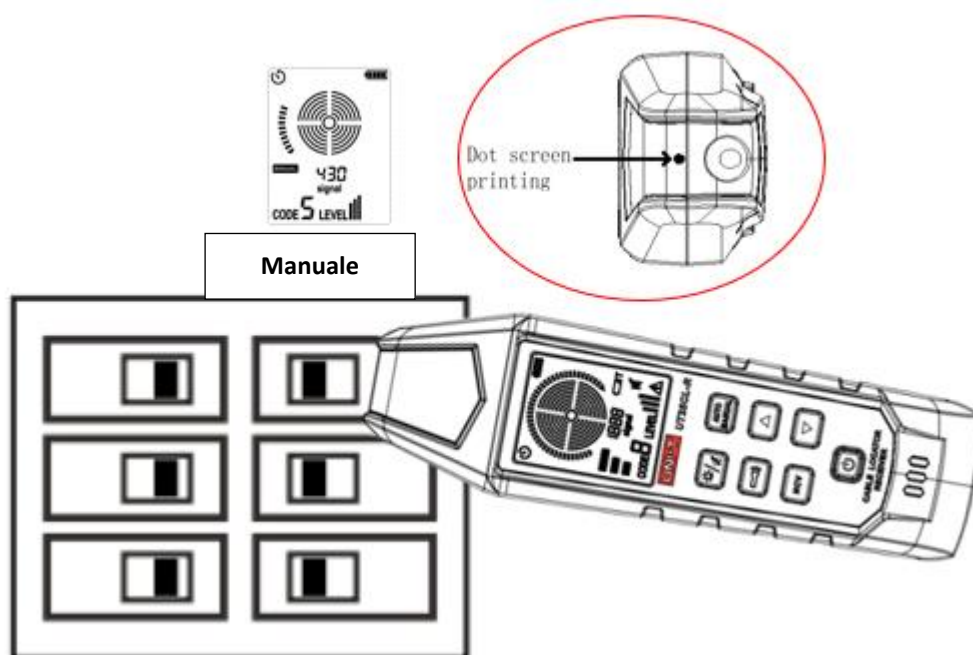

Figura 7.2.3b Allineare la serigrafia a punti all'interruttore automatico
2. Allineare la serigrafia a punti (sulla parte superiore del ricevitore) all'interruttore automatico, come mostrato nella Figura 7.2.3b.